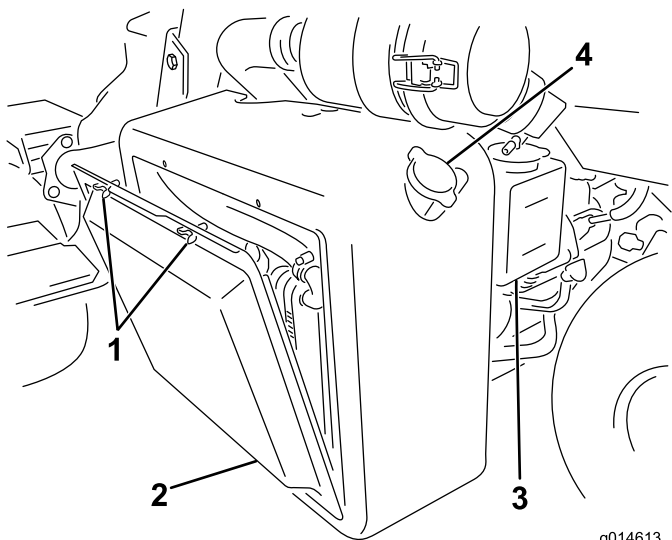
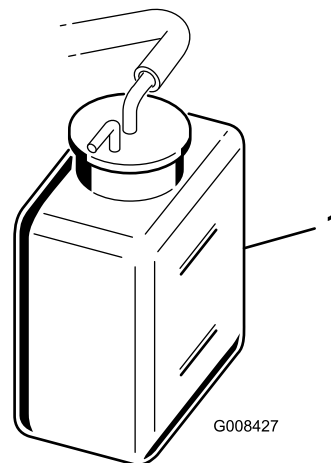

Figure 38
Figure 39
1. Retirez l'écran du radiateur (Figure 38).
2. Contrôlez le niveau de liquide de refroidissement (Figure 38 et Figure 39).